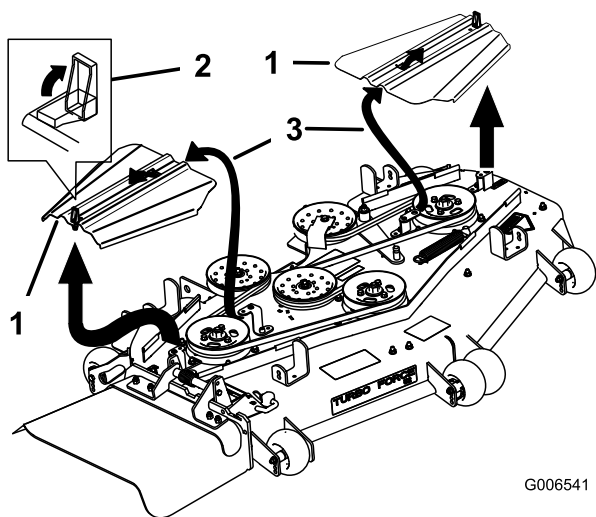

Figura 86
5. Retire as coberturas da correia (Figura 86).